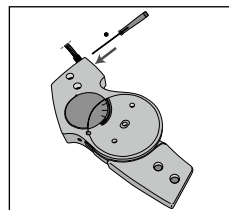

Fig. 8
7. Løsn keglepunktssikkerhedsskruen på siden af leddet, to omdrejninger er nok (**se fig. 8**). Skruen må ikke fjernes fra leddet.
18. Spænd konuspunktssikkerhedsskruen tilbage i leddet (**se fig. 8**).